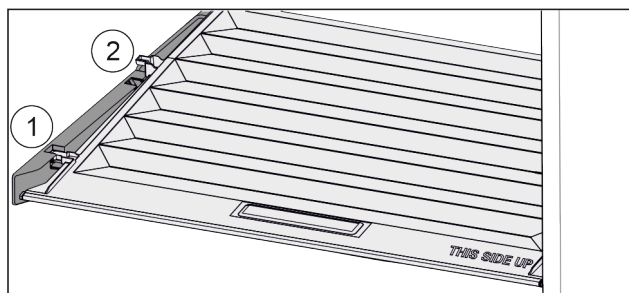

Fig. 34
- ▶ Потянуть крышку до отверстия в поддерживающих деталях вперед Fig. 34 (1).
- ▶ Поднять сзади снизу и извлечь Fig. 34 (2) движением вверх.